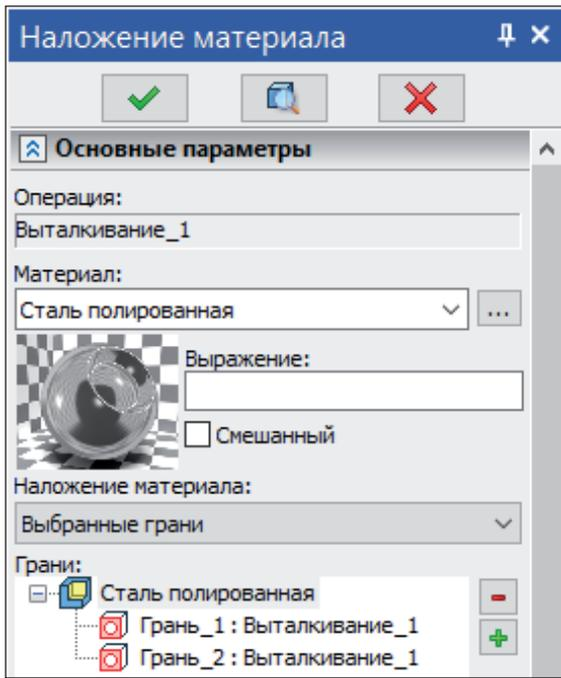

Рис. 30. Выбор граней тела
3.4. Выберем все грани тела. В окне параметров наложения материала появятся названия выбранных нами граней (рис. 30).